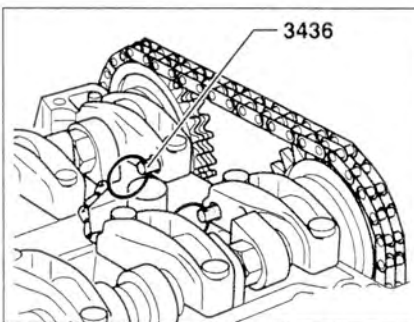

Рис. 2.19. Вставьте фиксатор 3436 в контрольные отверстия обоих распределительных валов.
3. Вставьте фиксатор 3436 в контрольные отверстия обоих распределительных валов (рис. 2.19).
10. Заблокируйте распределительные валы сквозь контрольные отверстия с помощью фиксаторов 3436 (рис. 2.19).
17. Заблокируйте распределительные валы с помощью фиксаторов 3436 (рис. 2.19). Установите шестерни распределительных валов 1.